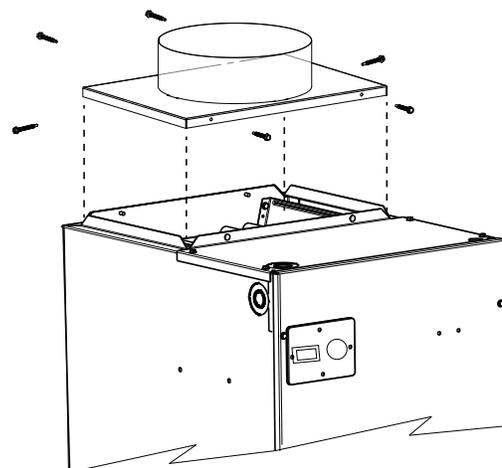

Fig. 5 – Installation type de la transition du conduit
10. Utilisez les vis fournies pour fixer la plaque de transition du conduit rond ou ovale au sommet de l'appareil (Fig. 5).